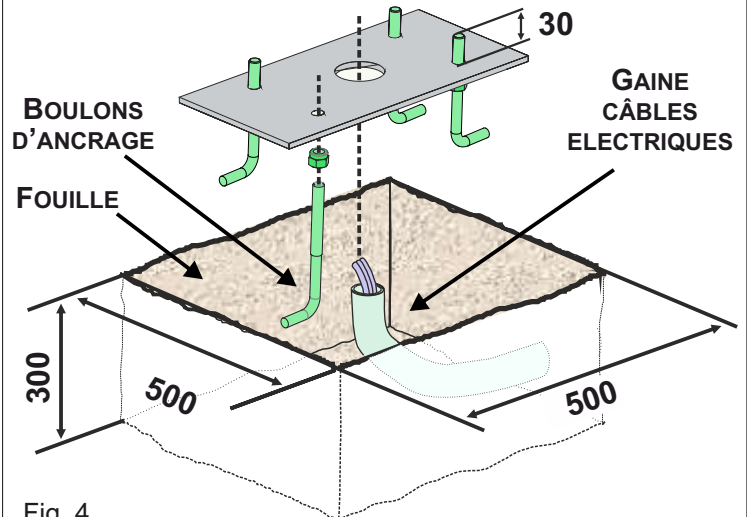

Fig. 4
**2.1.** Préparer un emplacement de béton selon les mesures indiquées en Fig. 4; Les boulons d'ancrage doivent être murés à l'intérieur de l'emplacement et la plaque de fondation doit être fixée sur les boulons d'ancrage et murée à son tour